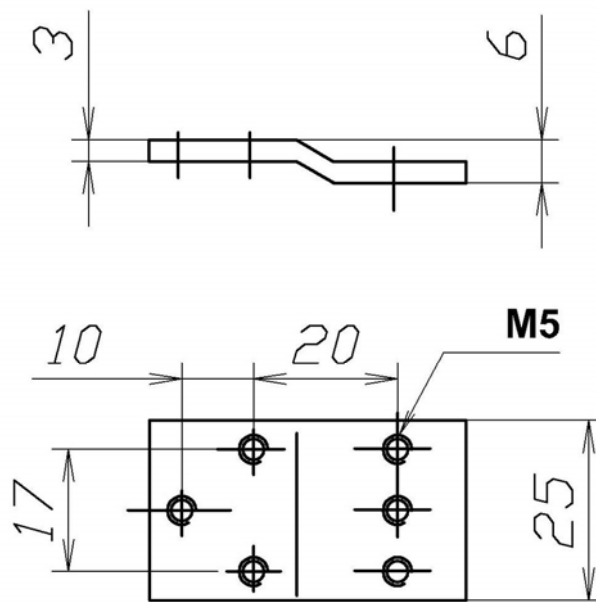
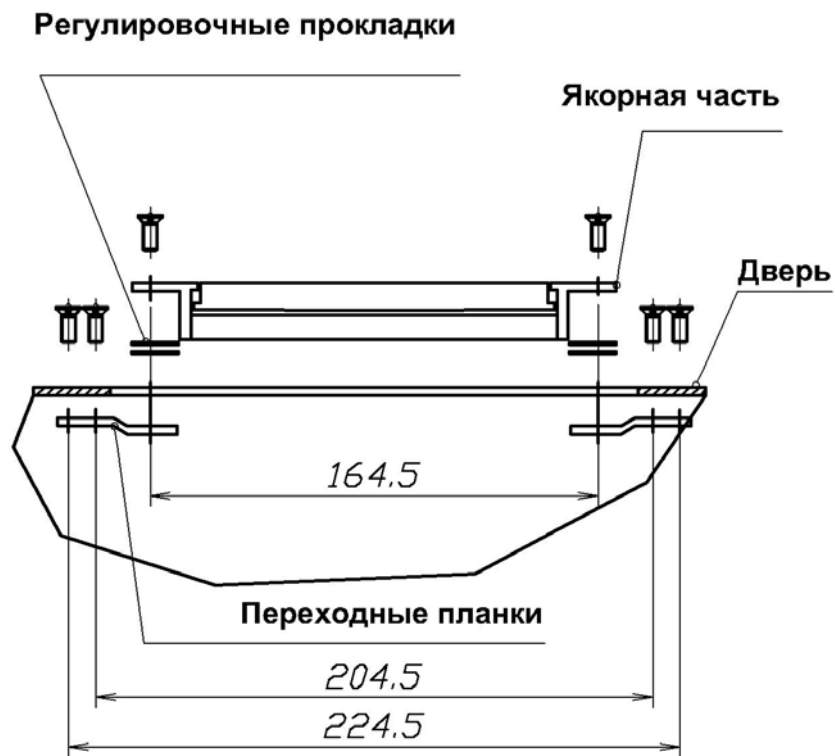

Рис. 4
Рис. 5
- 6.6 Для монтажа ЗАМКА в металлические двери используются переходные планки (рис. 4) Монтажный комплект с планками поставляется отдельно. Пример монтажа в металлическую дверь показан на рис. 5. Крепление осуществляется винтами М5 из комплекта монтажа.